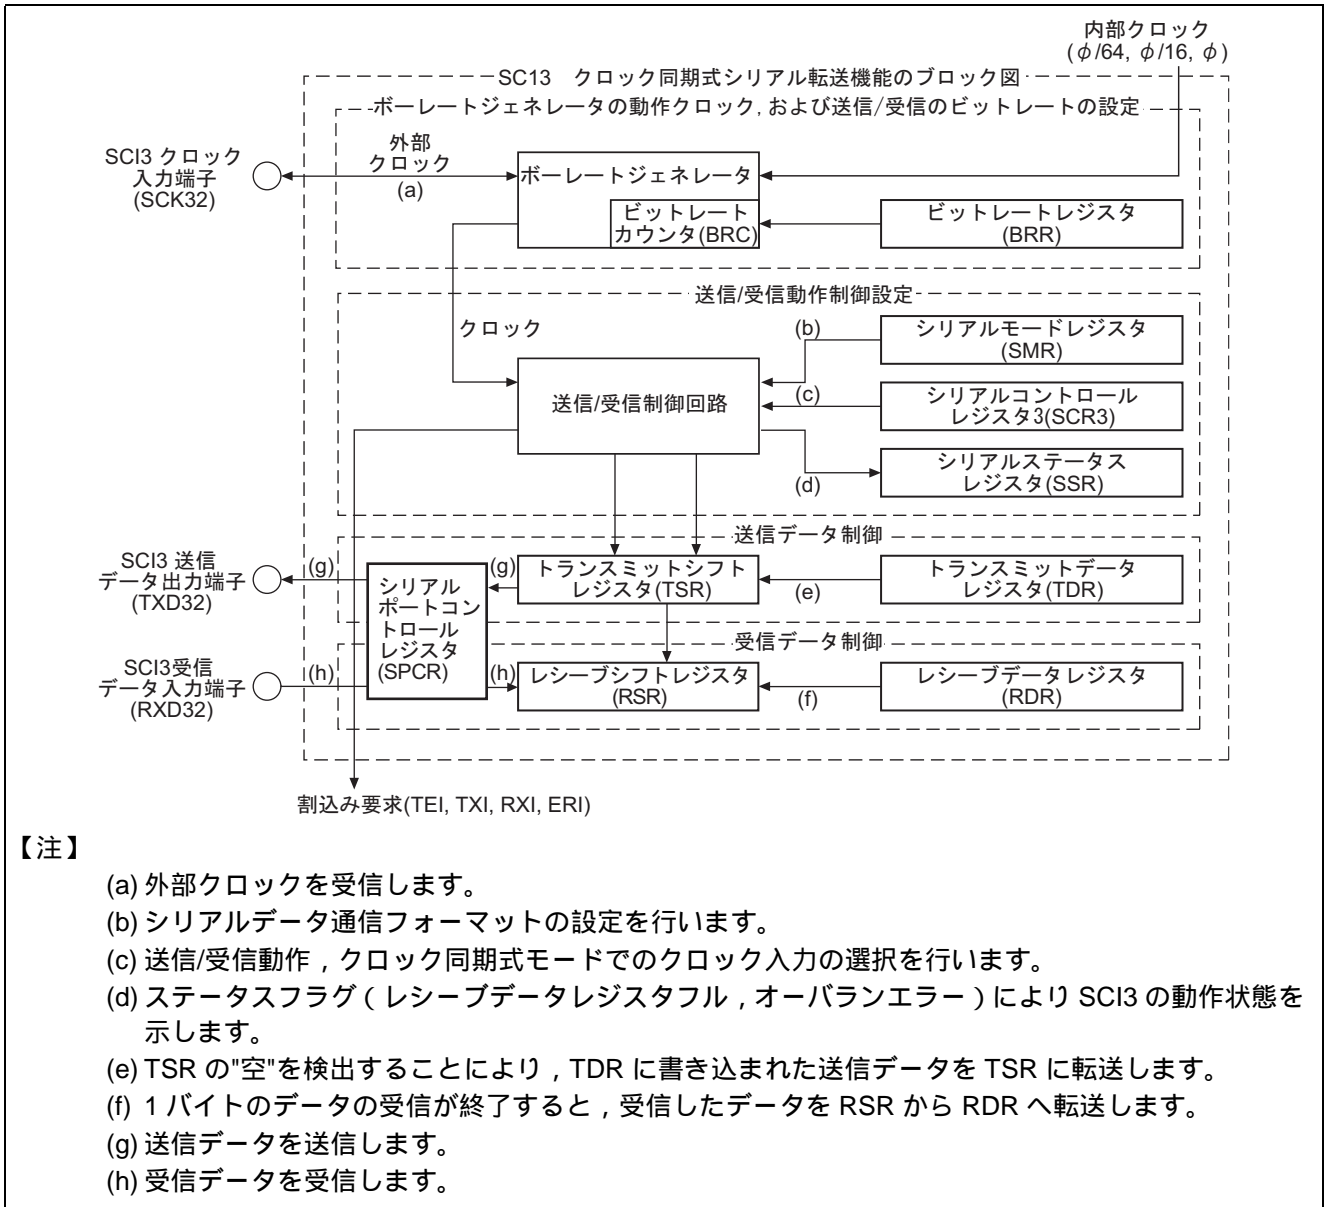

図2 クロック同期式シリアルデータ受信のブロック図
- (1) 本タスク例では、シリアルコミュニケーションインタフェース (SCI: Serial Communication Interface) を使用して、クロック同期式のシリアルデータを受信します。図 2 にクロック同期式シリアルデータ受信のブロック図を示します。以下にクロック同期式シリアルデータ受信のブロック図について説明します。